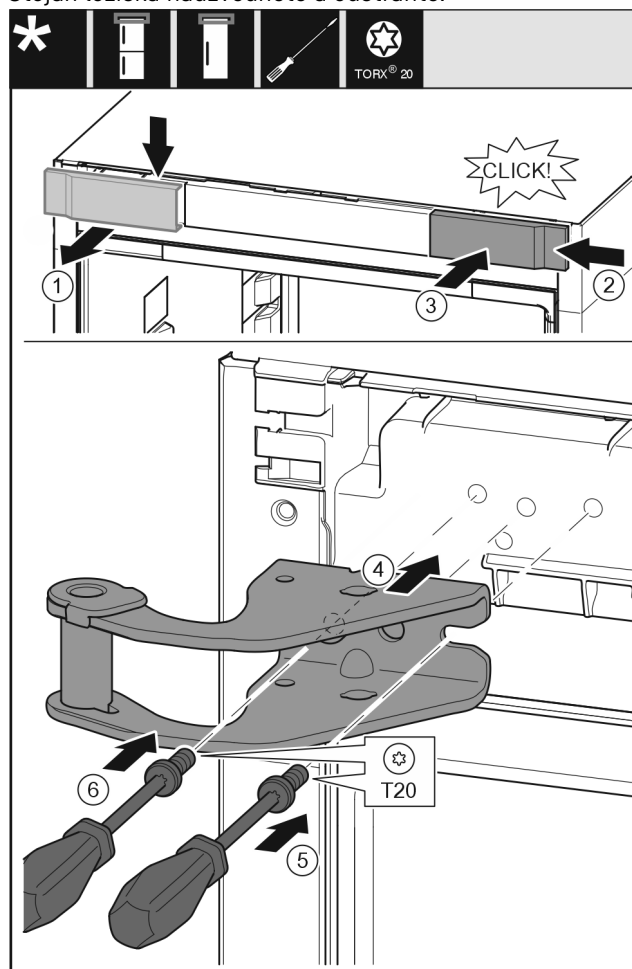

Fig. 9
- ▶ Odeberte kryt shora dopředu. Fig. 9 (1)
- ▶ Kryt otočený o 180° zavěste na druhé straně zprava. Fig. 9 (2)
- ▶ Zaklapněte kryt. Fig. 9 (3)
- ▶ Nasadte horní stojan ložiska. Fig. 9 (4)
- ▶ Šroubovákem T20 nasadte šroub a utáhněte. Fig. 9 (5)
- ▶ Šroubovákem T20 vložte šroub a utáhněte. Fig. 9 (6)